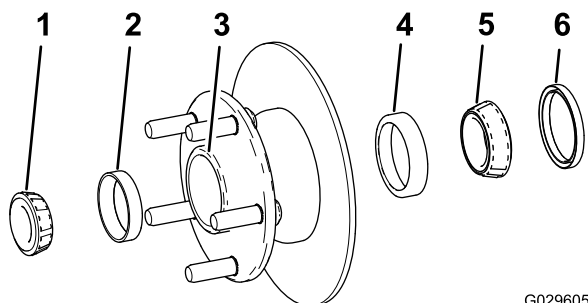

Figure 34
1. Déposez le roulement extérieur et la bague de roulement du moyeu (Figure 34).
2. Déposez le joint, le roulement intérieur et la bague de roulement du moyeu (Figure 34).
5. Éliminez la graisse, la saleté et les débris déposés à l'intérieur de la cavité du moyeu (Figure 34).
7. Posez les bagues des roulement intérieur et extérieur dans le moyeu (Figure 34).
8. Remplissez la cavité du moyeu de 50 à 80 % environ avec la graisse spécifiée (Figure 34).
9. Assemblez le roulement intérieur sur la bague sur le côté intérieur du moyeu et montez le joint (Figure 34).